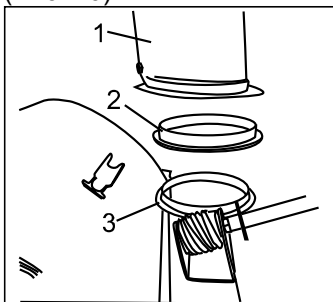
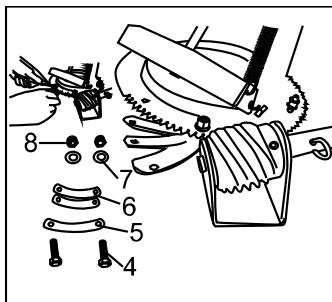

Рис.19
Рис.20
3. Установка разгрузочного желоба. Установить пластиковое кольцо желоба (2) на разгрузочное отверстие (3), установить желоб (1) (Рис. 19), соединить и зафиксировать их с помощью 1 прижимной пластины (5), 2 шайб прижимной пластины (6), 2 винтов (4), 2 шайб (7) и 2 гаек (8) (Рис. 20).